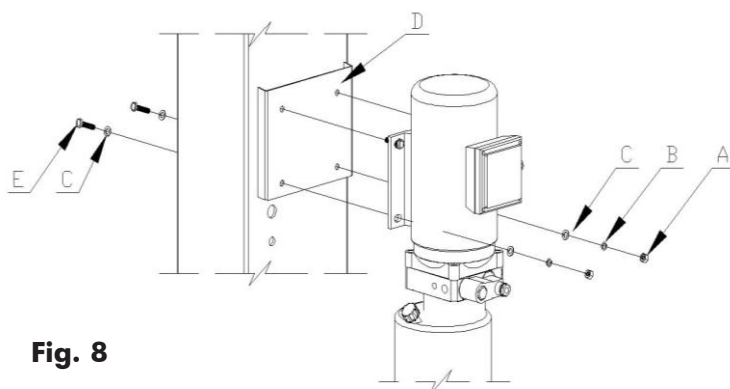

Fig. 8
- 7. Montez le groupe moteur sur la colonne (**fig. 8**).